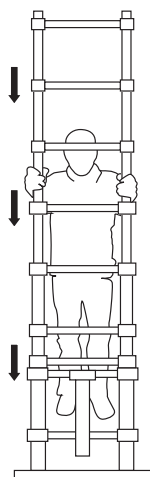

Fig. 6
2. Segure a escada na vertical, conforme ilustrado na Fig. 6. Certifique-se de que está numa superfície plana e firme.